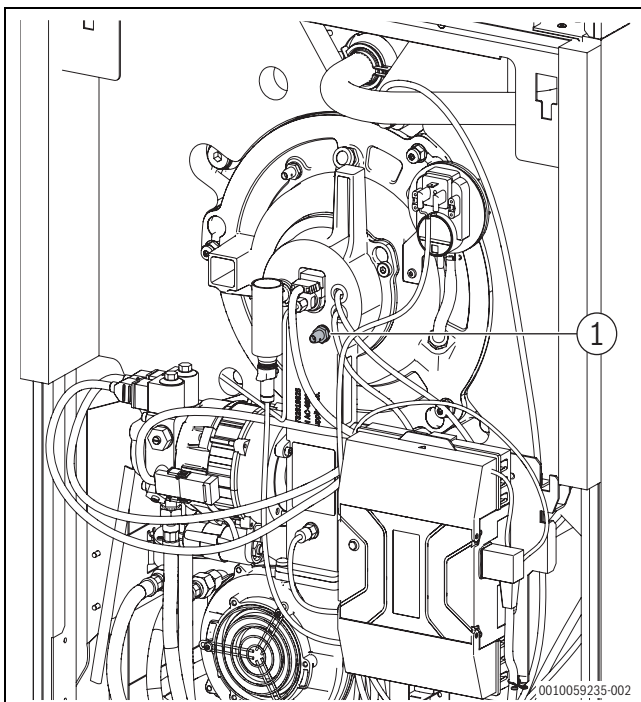

Bild 57 Statischen Gebläsedruck messen
- Druckmessstutzen (→ Bild 57, [1], Seite 33) für den statischen Gebläsedruck am Brennergehäuse öffnen.
- Messgerät für statischen Gebläsedruck am Druckmessstutzen (→ Bild 57, [1], Seite 33) des Brennergehäuses anschließen.